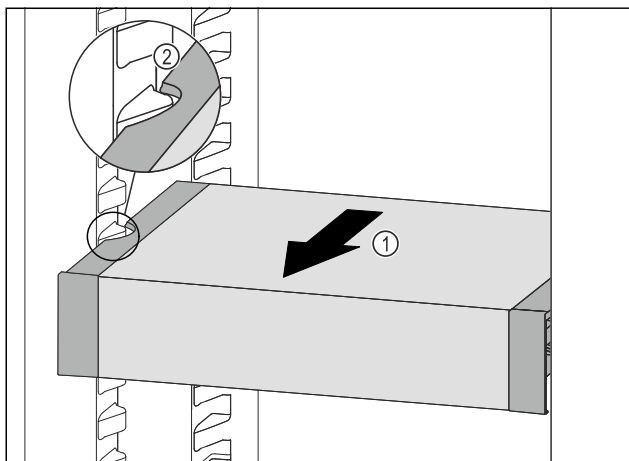

Fig. 109
- VarioSafe nach vorne ziehen Fig. 109 (1), bis sich die seitlichen Aussparungen des VarioSafes auf Höhe der Behälterrippe im Kühlteil befinden. Fig. 109 (2)